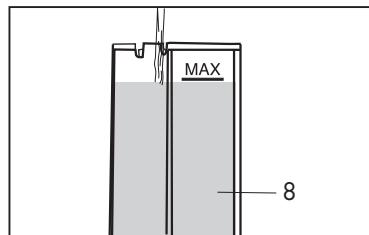

Fig. 2
- Riempire il serbatoio fino al raggiungimento del livello massimo indicato (MAX). (**Fig.2**)